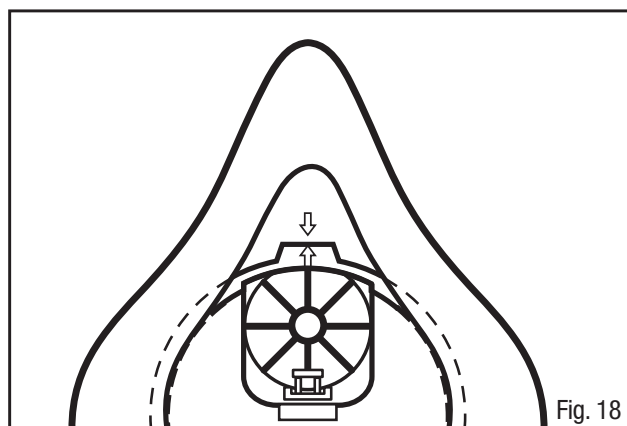

Fig. 18
2. Para reemplazar, coloque el ensamble de copa nasal en las flechas de alineación del adaptador central (Fig. 18).